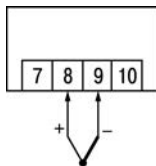

Рисунок 6.3 – Схема подключения термопары
6.3.2.6 При соединении термопары и прибора компенсационными проводами необходимо соблюдать полярность, рисунок 6.3.